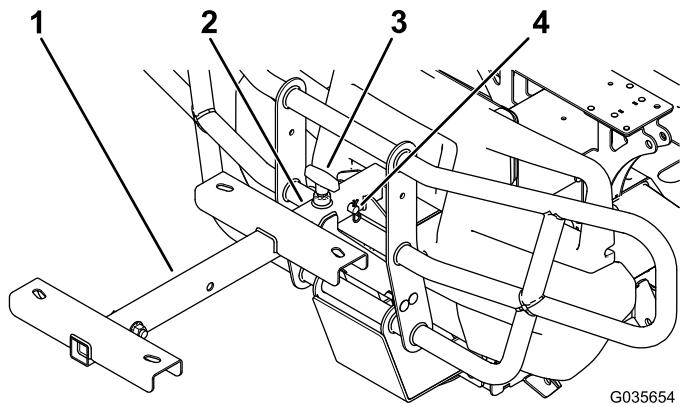

Figura 2
4. Introduzca el tubo de montaje en el enganche delantero y sujetelo con el pasador (1/2" x 2") y la chaveta (Figura 2).
5. Apriete el asa en "T" del enganche delantero (Figura 2).
3. Afloje el asa en "T" del enganche delantero (Figura 2).